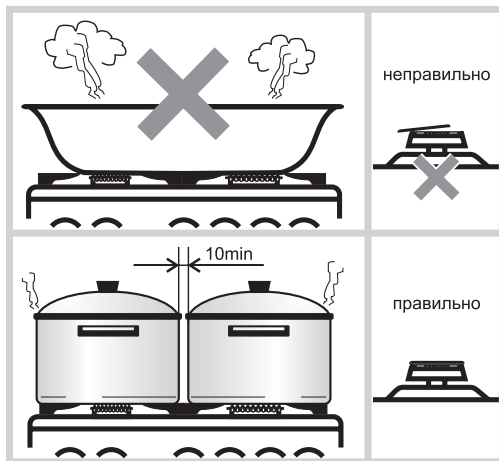

Рис. 15
- Размеры посуды (см. табл. 4 и рис. 15) и режим работы горелок нужно выбирать таким образом, чтобы пламя не выходило за края и не «лизало» боковые стенки.
- Запрещается устанавливать на решетки какие-либо дополнительные рассекатели пламени и пользоваться горелками со смещенными крышечками (рис. 15).